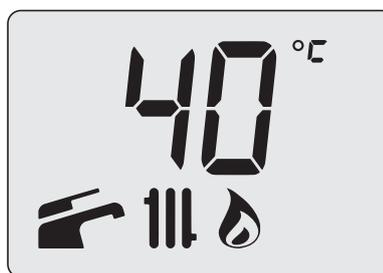

Figura 12.13
- Premendo il tasto 18 (Figura 12.2) si esce dalla "modalità programmazione" (Figura 12.13).